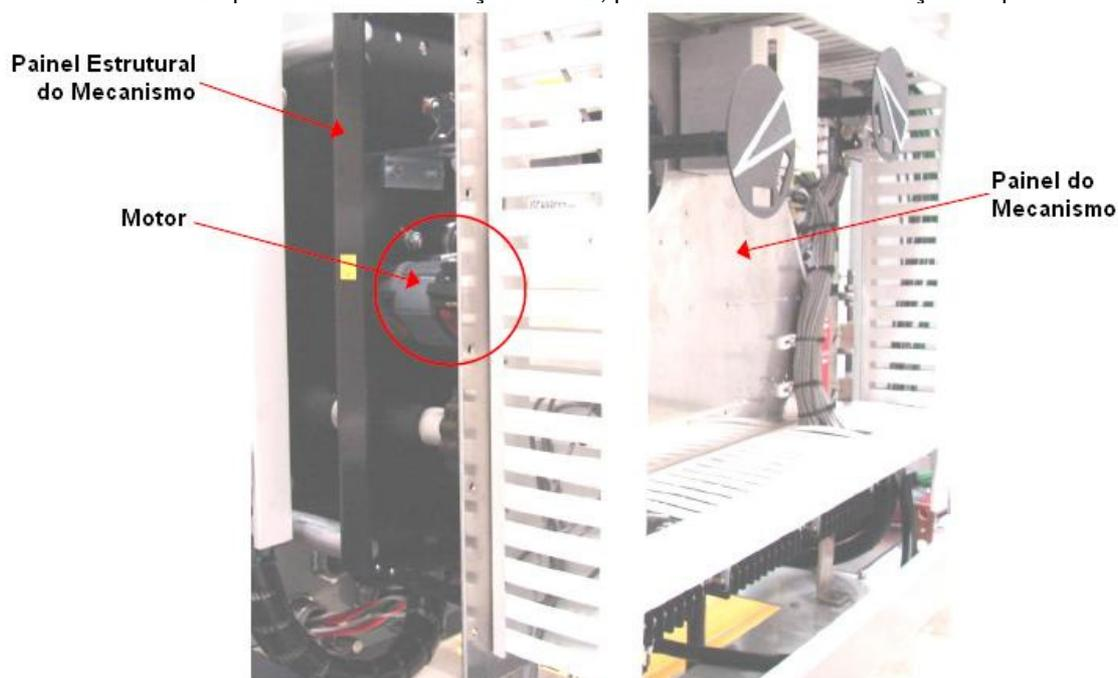

Figura 10: Localização do Motor
1. Abrir as portas da cabine de controle. O motor está localizado do lado esquerdo do mecanismo (Figura 10). O motor é fixado no lugar por dois parafusos, na parte posterior do painel estrutural do mecanismo, como indicado na Figura 10. O motor padrão pode ser removido sem a retirada do painel do mecanismo (indicado na Figura 10). Se o motor não puder ser removido, devido à interferência com o painel do mecanismo, contatar o Departamento de Serviços da GE, para assistência na remoção do painel.